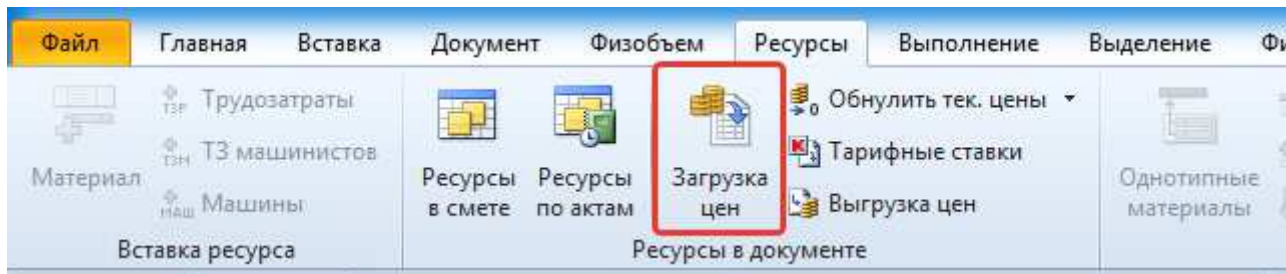

Рисунок 10.2. Вызов окна Загрузка цен
- Откройте на панели инструментов вкладку **Ресурсы** и нажмите кнопку **Загрузка цен** (рис. 10.2).